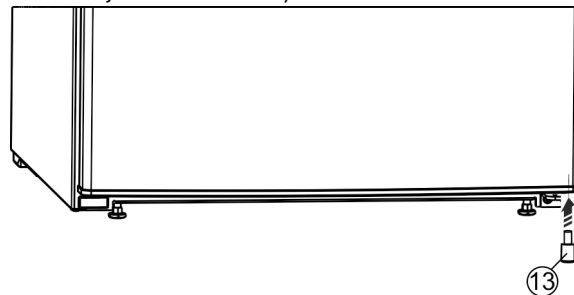

Fig. 27\*
- ▶ A távtartót Fig. 27 (13) helyezze vissza az ajtó jobb alsó részéhez, mivel ez fontos a készülék stabilitásához.\*